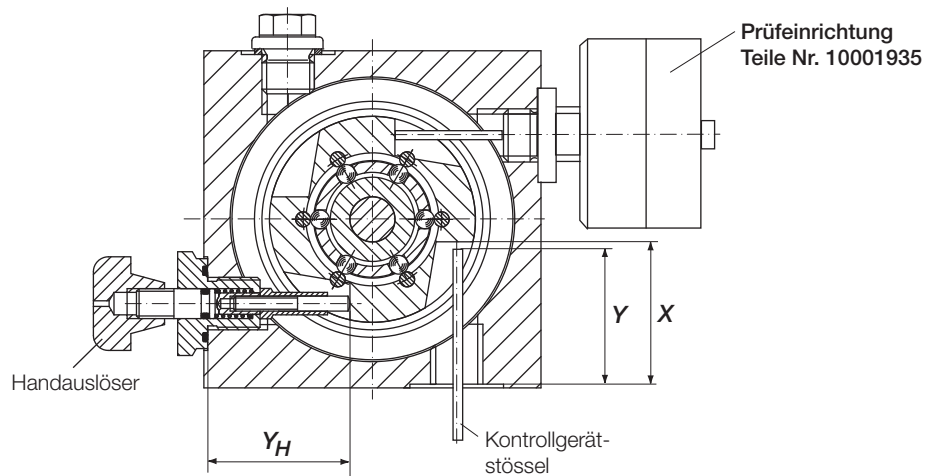

Bild 2: Einstellung des Schaltgerätes
- Die Prüfvorrichtung (Teile-Nummer 10001935) mit Distanzverschraubung (Teile-Nummer 10001942) an beliebiger Stelle am Schaltgerät montieren. (Beispiel siehe Bild 2).